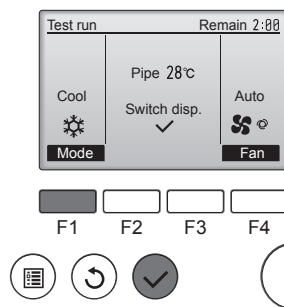

Fig. 7-3
- 1 Druk op de functietoets [F1] om de bedieningsstand te wijzigen. (Fig. 7-3)